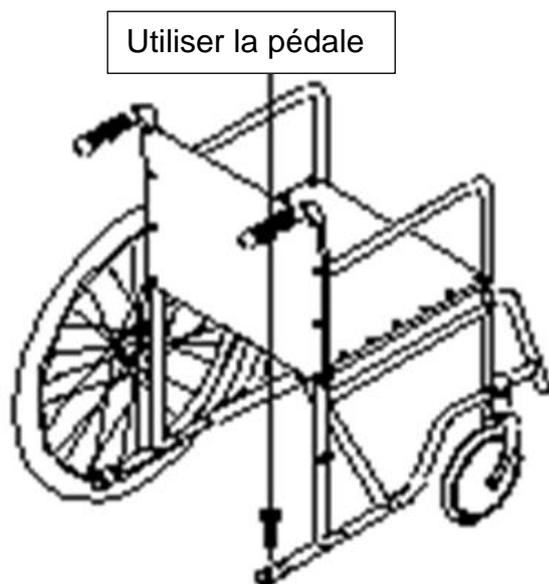

Figure 4
- Il y a une barre de basculement vers l'arrière avec un manchon en plastique au bas du fauteuil roulant. Le suiveur marche sur la barre de basculement vers l'arrière pour faire basculer le fauteuil roulant vers l'arrière, la roue avant monte d'abord sur les marches, puis soulève facilement le fauteuil roulant avec le passager pour monter les escaliers. (Voir figure 4)